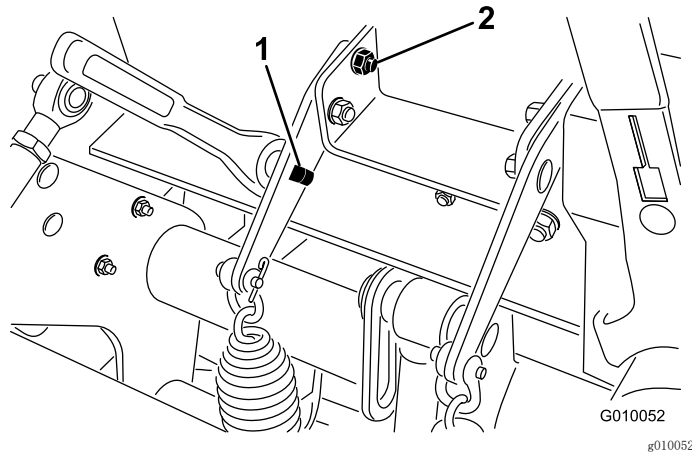

图 28
3. 将一个 13mm 的棘轮或呆套筒扳手插入弹簧板上的方孔（图 28）。